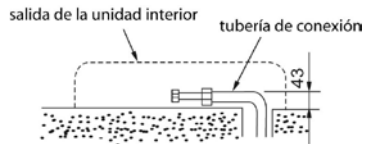

Ilustración 31
2. Para instalar la tubería de derecha o izquierda posterior, instale la tubería según lo ilustrado. Doblar la tubería de conexión y colocarla más o menos a 43 mm. de la pared. (Ilustración 31)